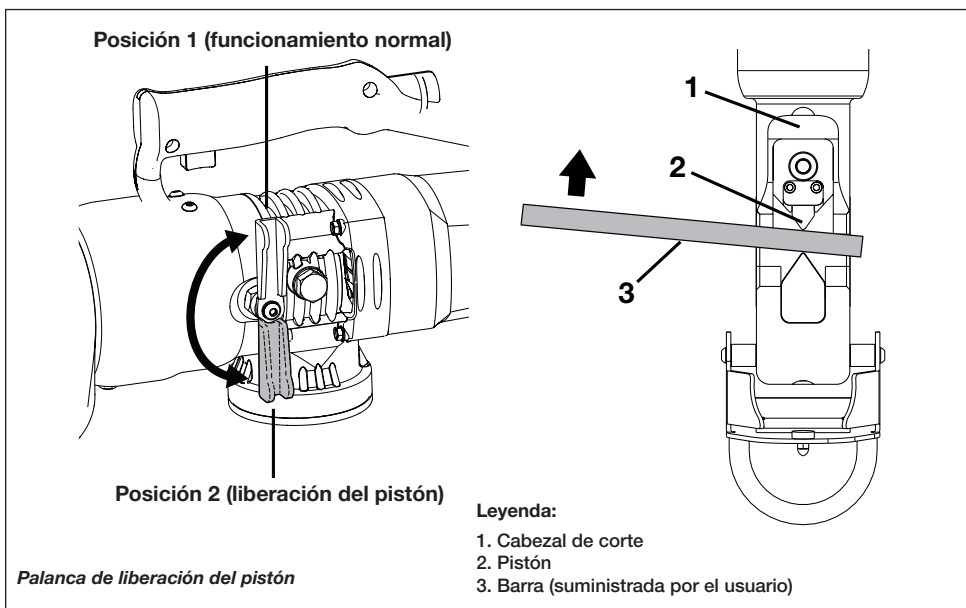

Figura 17, Procedimiento de retracción manual del pistón
3. Gire la palanca de liberación del pistón en sentido contrario a las agujas del reloj para liberar el pistón manualmente. Véase Figura 17, posición 2.
4. Usando una barra rígida de acero, empuje manualmente el pistón en el cortacadenas hasta que haya regresado a la posición inicial. Véase la Figura 17, pieza 3. Esto debe desprender la suciedad u otro material que haya impedido que el pistón de regrese durante el funcionamiento normal.
5. Gire la palanca de liberación del pistón completamente en sentido de las agujas del reloj para volver a poner el cortacadenas a funcionamiento normal. Véase Figura 17, posición 1.
8. Limpie la parte expuesta del pistón. Elimine cualquier resto de suciedad, virutas o residuos de esta área. Véase Figura 17, pieza 2.